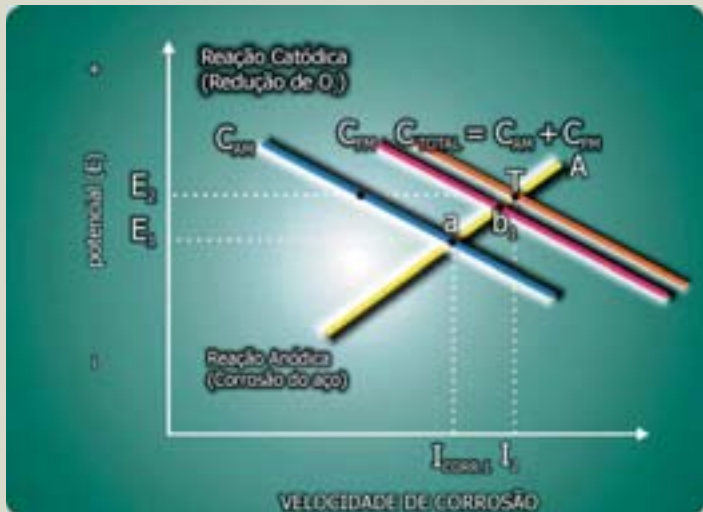

Figura 9 - Como um simples trabalho de recuperação altera toda a eletroquímica da corrosão. Para pior.
Na figura 9, A é a curva anódica e  $C_{AM}$  é a curva catódica de redução, ambas obtidas em uma determinada região da peça de concreto armado, evidenciando ausência de macropilha (AM), apresentando no ponto de interseção (a) uma velocidade de corrosão  $I_{CORR1}$  e um potencial  $E_{CORR1}$ . Portanto, nenhum “trabalho” foi executado até agora. Com a execução da “recuperação” estrutural criou-se, automaticamente, uma nova reação de redução  $C_{FM}$  com formação de macropilha (FM), pela diferença de potencial criada. A redução total ( $C_T$ ) será a soma das duas anteriores, sendo que o novo estado de corrosão fica caracterizado pelo ponto T, que define um potencial  $E_2$  e uma velocidade de corrosão  $I_2$ . Como se vê, o potencial de corrosão mudou para um valor mais positivo  $E_2$ , só que acompanhado por um aumento da velocidade de corrosão ( $I_2$ ).
Figura 11 - A situação da figura 9 fica mais evidenciado que a região intacta continua servindo de catodo devido ao grande acesso de oxigênio permitindo a reação de redução. No lado direito “recuperado”, a desintegração ou corrosão do aço.